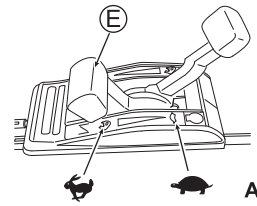

Abb. 13
- Vergewissern Sie sich, dass niemand hinter Ihnen steht, wenn Sie am Startergriff (V) ziehen.
- Umfassen Sie den Startergriff (V) mit festem Griff, wenn Sie daran ziehen.
- Lassen Sie den Startergriff (V) langsam zurück in die Ausgangsposition.
- 5 Lassen Sie den Motor etwas warmlaufen, bevor Sie die Maschine verwenden. Nach dem Warmlaufen des Motors können Sie mit dem Mähen beginnen, indem Sie den Gashebel (E) auf "II" stellen. (Siehe Abb. 13)